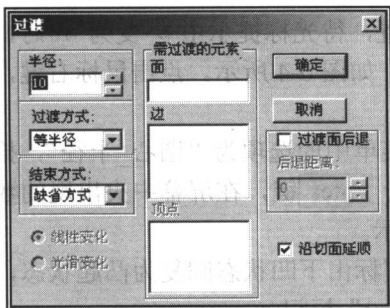

图 0-8 “过渡”对话框
(1) 单击“过渡”按钮, 系统弹出“过渡”对话框, 如图 0-8 所示。
(2) 使用默认过渡半径值, 移动光标至实体侧边位置, 待光标提示变为时, 单击鼠标左键, 拾取该实体边为过渡边。采用同样方法, 拾取其他两条可见的实体侧边。
(3) 按住 **Shift** 键, 多次单击键, 旋转实体至背面可见, 拾取底板的四个侧边, 如图